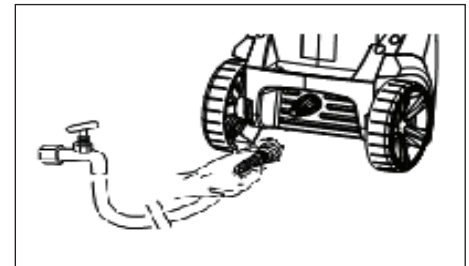

Figura 11 - Conecte la manguera de jardín a la unidad
9. Conecte la manguera de jardín a la unidad (ver la figura 11 y 12).